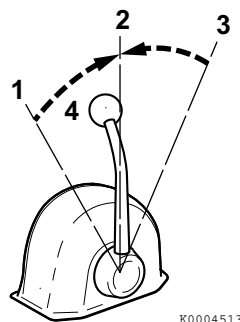

Figura 2
Use o manípulo do Acelerador (**Figura 2, (4)**) para controlar a aceleração e a desaceleração. Mova o manípulo devagar.
2. Quando muda entre **MARCHA-À-FRENTE (Figura 2, (1 ou 3))** e **MARCHA-À-RÉ (Figura 2, (3 ou 1))**, coloque a embraiagem em **NEUTRO (Figura 2, (2))** e faça pausa antes de mudar lentamente para a posição desejada. Nunca passe abruptamente de **MARCHA-À-FRENTE** para **MARCHA-À-RÉ** ou vice-versa.